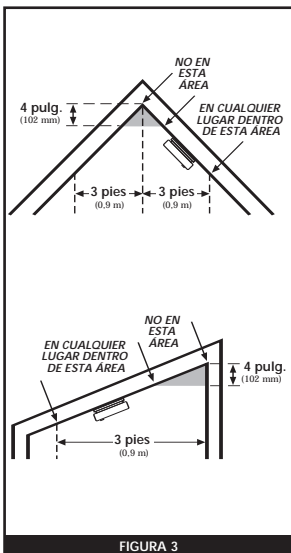

FIGURA 3
- Instale las alarmas contra humo en cielos rasos con pendiente, a dos vertientes o catedral, a 3 pies (0.9 m) del punto más alto (medido horizontalmente), o dentro de este rango. La NFPA 72 señala que "las alarmas contra humo en habitaciones con cielos rasos con pendientes de más de 1 pie en 8 pies (0.3 m en 2.4 m), medido horizontalmente, deben estar ubicadas en el lado más alto de la habitación". La NFPA 72 señala que "las alarmas en hilera deben estar separadas y se deben ubicar dentro de 3 pies (0.9 m) del vértice del cielo raso medido horizontalmente" (consulte la Figura 3).